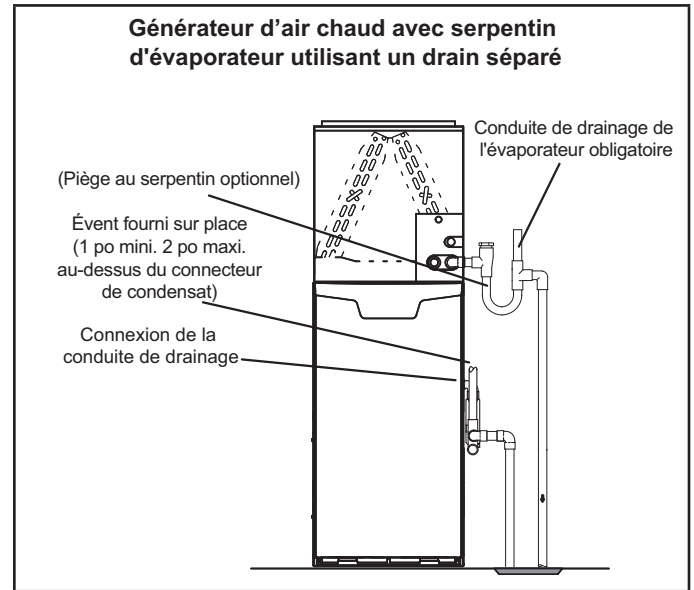
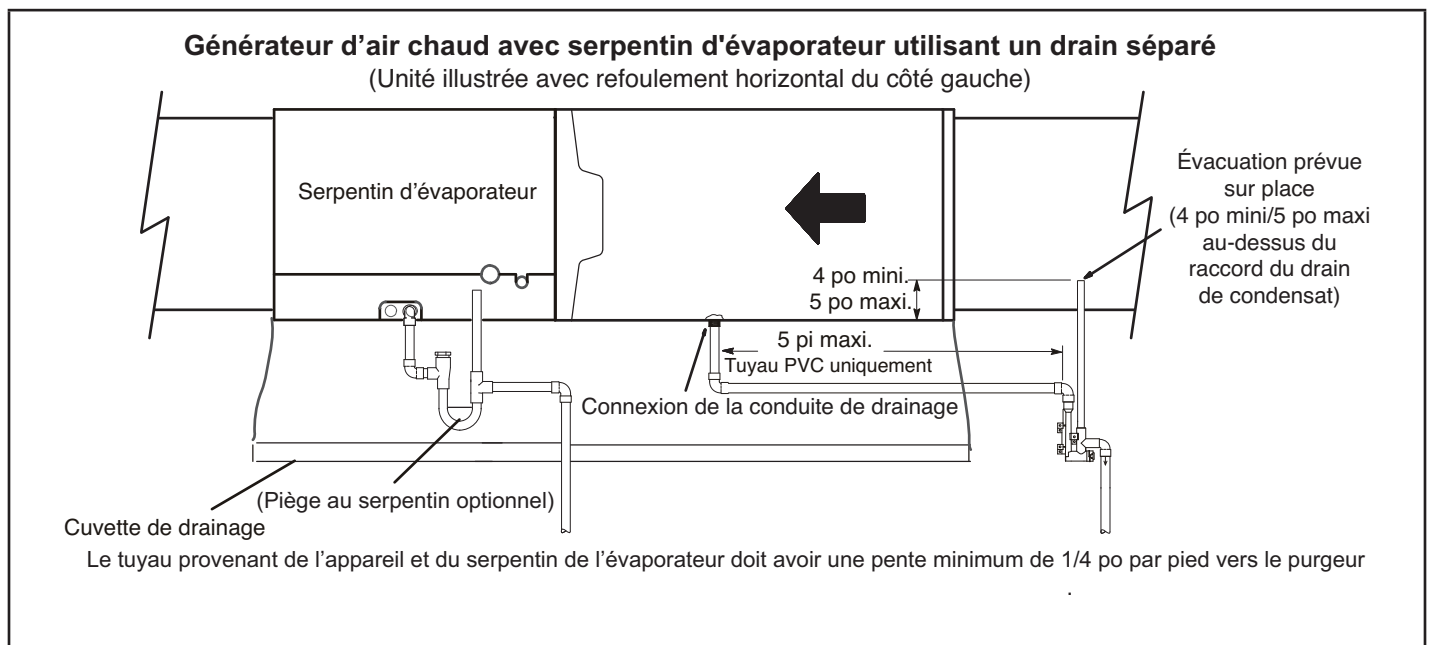
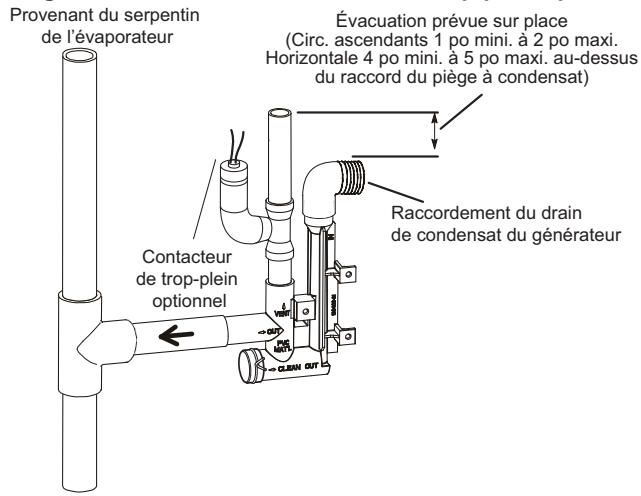

FIGURE 49
FIGURE 50
FIGURE 51
- 5 - La FIGURE 49 et la FIGURE 50 montrent l'appareil et le serpentin d'évaporateur utilisant un drain séparé. Si nécessaire la conduite de condensat de l'appareil et celle du serpentin d'évaporateur peuvent s'écouler ensemble. Voir la FIGURE 51, la FIGURE 52 et la FIGURE 53. **Circulation ascendante** (FIGURE 52) - L'évacuation fournie sur place doit avoir une longueur comprise entre 1 po minimum et 2 po maximum au-dessus du raccord de sortie du drain de condensat. Toute longueur supérieure à 2 po peut provoquer la submersion de l'échangeur de chaleur si la conduite de vidange principale combinée était obstruée.